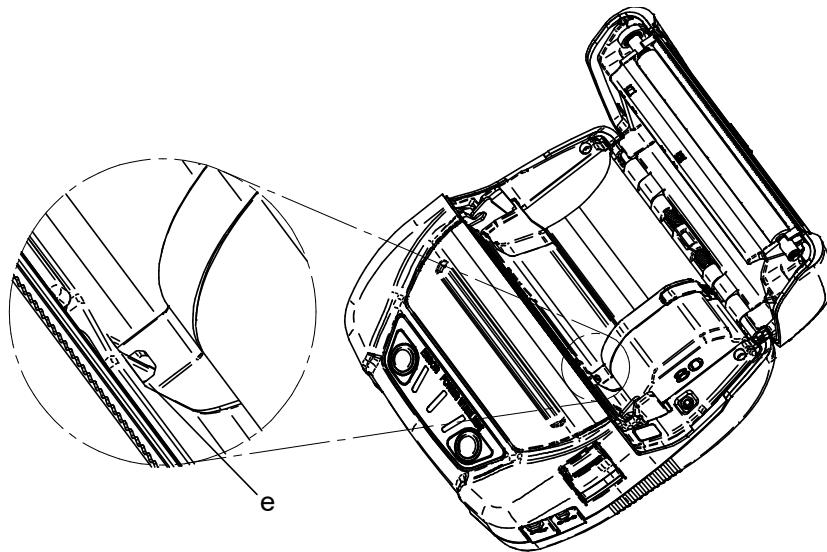

Figura 13-5 Instalación de la placa de partición (2)
1. Alinee la pestaña “e” de la placa de partición con la ranura “E” de la impresora tal como se muestra en la Figura 13-5.